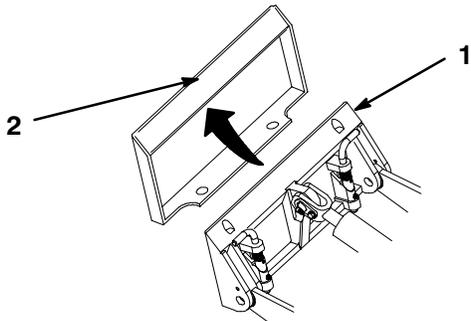

Figure 11
3. Déplacer l'unité de traction vers l'avant et insérer la plaque de montage dans le bord supérieur de la plaque d'accrochage (Fig. 11).